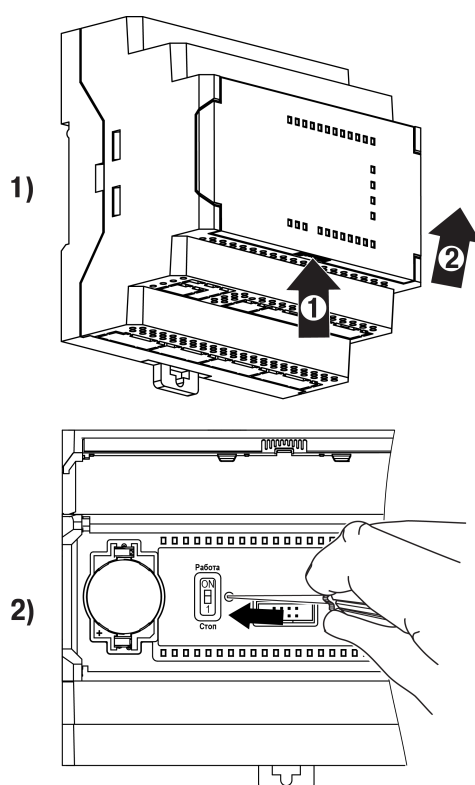

Рисунок 4.33 – Восстановление заводских настроек
2. Подцепив за рифленую зону (см. рисунок 4.33, 1, стрелка 1), открыть крышку на лицевой панели прибора (стрелка 2).
3. С помощью тонкого инструмента нажать и удерживать сервисную кнопку не менее 12 секунд (см. рисунок 4.33, 2).